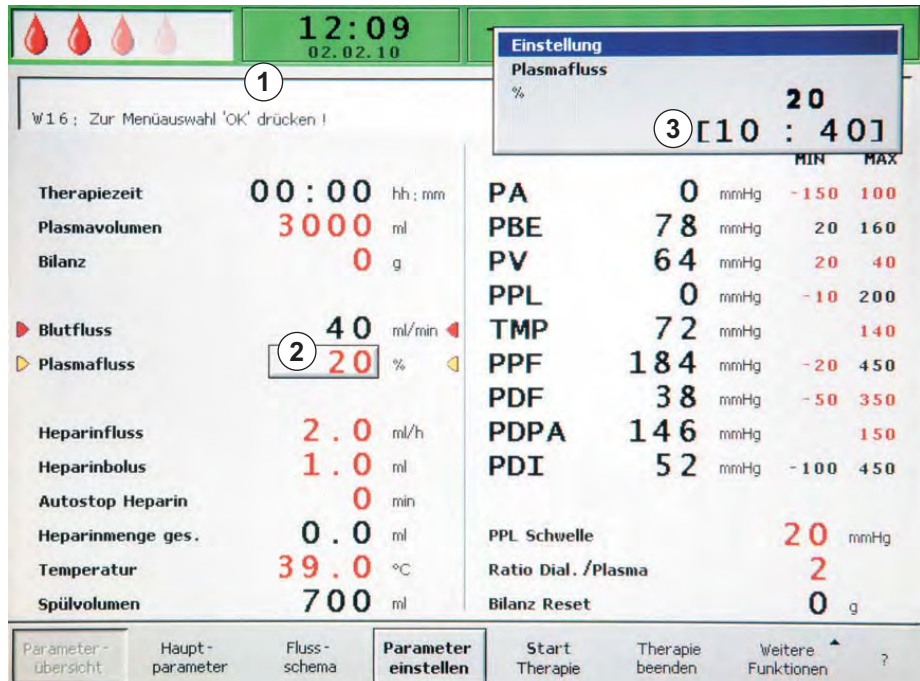

Abb. 3-21 Parameterauswahl im Bildschirm *Parameterübersicht*
↳ Alle änderbaren Parameter werden rot dargestellt (Abb. 3-21).
☞ Das aktuell ausgewählte Feld mit dem Parameterwert wird erhaben (wie nicht gedrückt) mit einem grauen Hintergrund dargestellt (Abb. 3-21, ②). Der Bereich für die Parametereinstellung wird im erscheinenden Fenster *Einstellung* angezeigt (③). Ist ein Parameter relevant für die Patientensicherheit, wird der aktuell eingestellte Wert über dem Einstellungsbereich angezeigt.